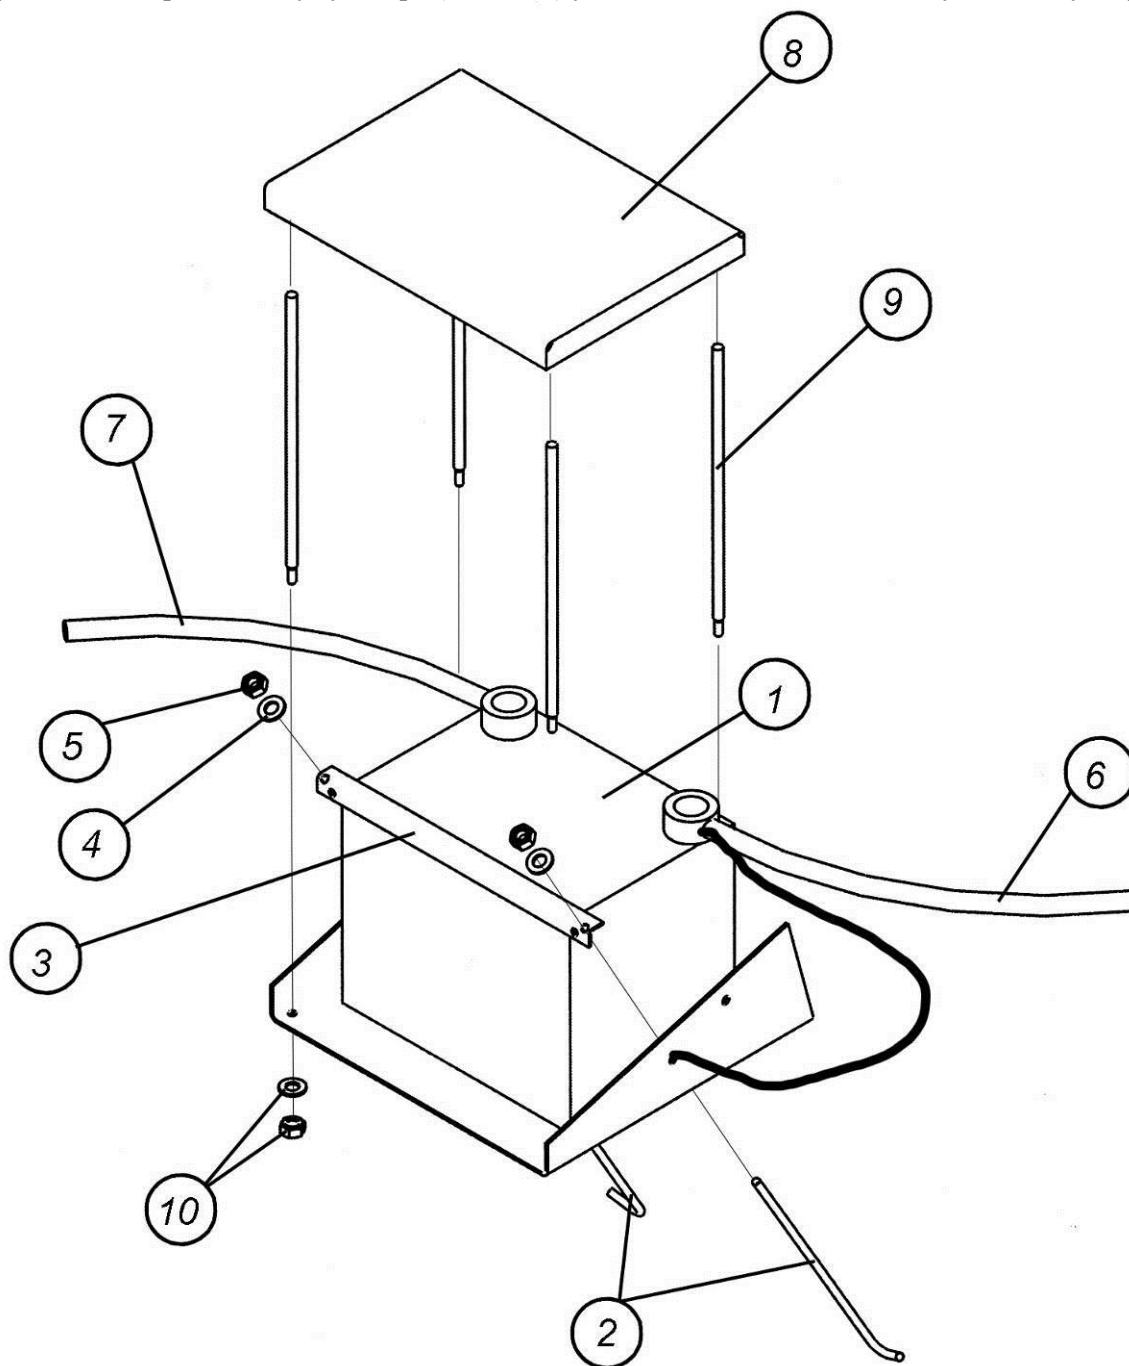

Рис. 7.2.7. Установка аккумуляторной батареи
7.2.7. Аккумуляторная батарея (рис. 7.2.7)